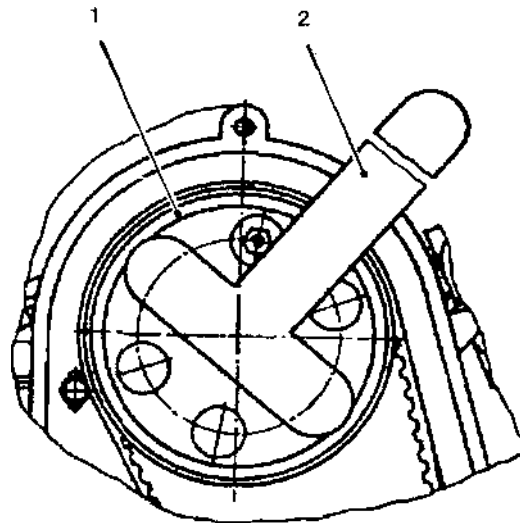

Рис. 2.23.1. Проворачивание валов при регулировке зазоров в клапанном механизме:
2. Проворачивание валов двигателя осуществляется ключом М9811-321 в отверстие ведомого шкива привода распределительного вала (рис. 2.23.1). Рекомендуется вывернуть свечи зажигания.